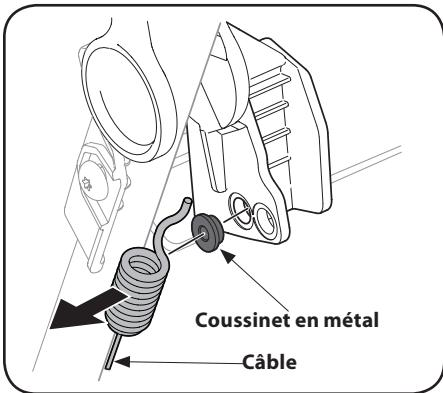

Figure 4-4
- Décrochez le câble et retirez le coussinet en métal de la poignée de commande d'entraînement en plastique. Voir Figure 4-4.